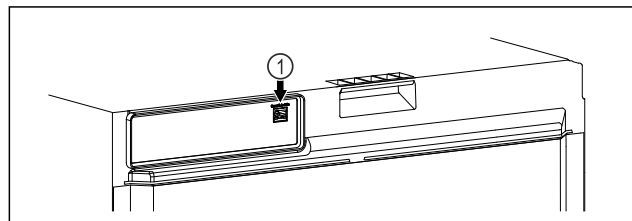

Fig. 100
- ☐ SmartModule Fig. 100 (1) is geplaatst.